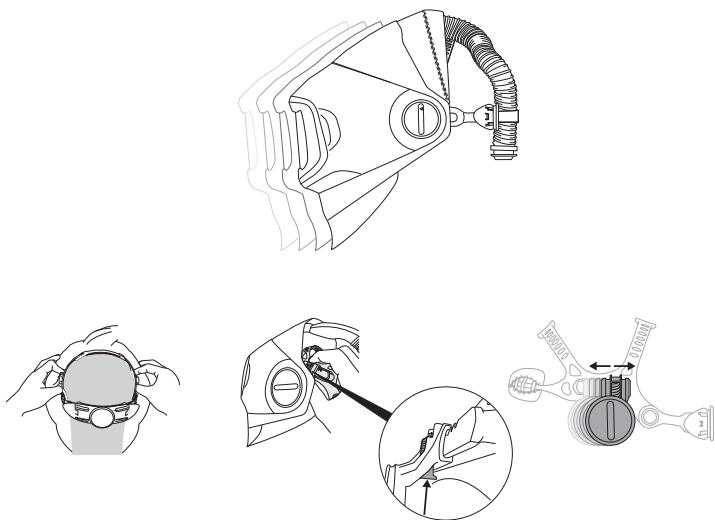

Fig. 5b
- Pour ajuster l'intérieur et l'extérieur du masque de soudeur (le rapprocher ou l'éloigner du visage), il y a deux glissières sur chaque côté de la coiffe. Pousser les boutons gris avec le pouce pour dégager les glissières et faire glisser le masque de soudeur vers l'intérieur ou l'extérieur pour l'ajuster selon vos préférences (Fig. 5b). Ce réglage contribuera à l'ajustement de l'espacement pour les lunettes de protection et de la distance de grossissement de la lentille.